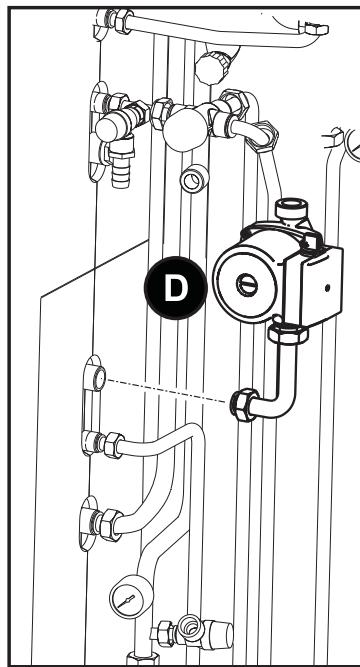

fig. 31
- Fissare la "Tubazione ritorno impianto / scambiatore - 14" tra pompa D (fig. 31) e caldaia